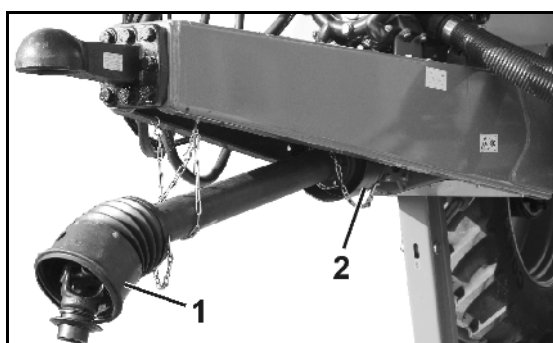

Fig. 12
- Fig. 12/...
(1) Protezione albero cardanico
(2) Tramoggia di protezione sul lato macchina